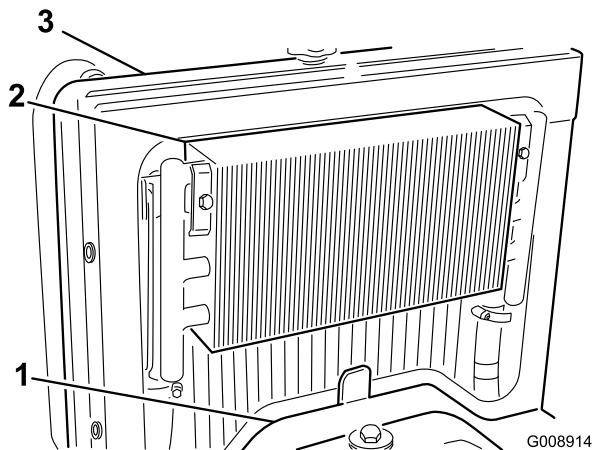

Figure 66
3. Déposez le panneau d'accès (Figure 66).